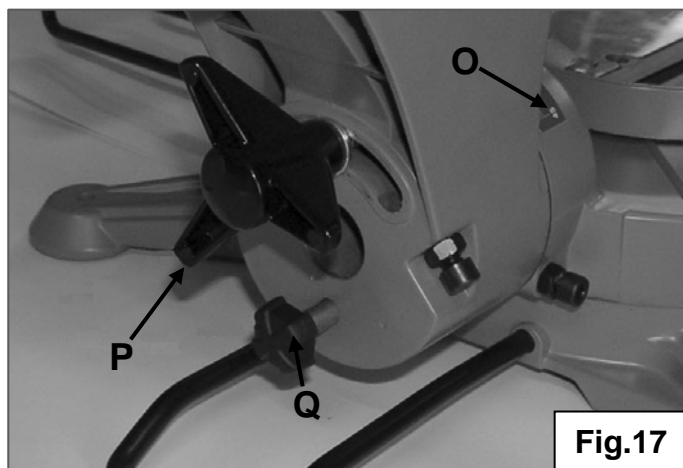

Fig.17
1. Aprite la leva di bloccaggio dell'inclinazione (**P**) Fig.17. Posizionate la lama secondo l'angolo desiderato facendovi guidare dall'indicatore d'angolo (**O**).